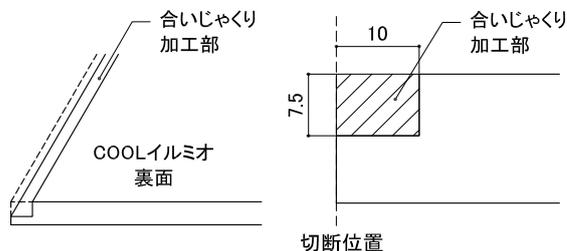

図2 COOLイルミオ端部の加工
- 小型ミゾキリに、実加工用刃物(FX120S)をセットし、刃出し量7.5mmに調節し、COOLイルミオ裏面出隅側端部に小型ミゾキリで合いじゃくり加工を施す。(図2参照)